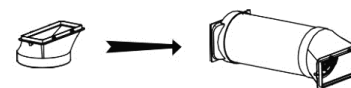

Fig. 1
1. Fixer l'extrémité fendue à l'extrémité du tuyau en étirant l'extrémité et en la tournant jusqu'à ce qu'elle soit correctement fixée (au moins 3 tours complets) (Fig. 1).